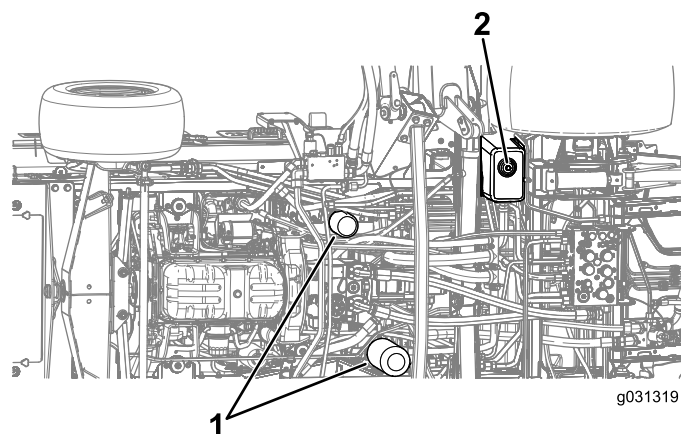

図 122
4. タンクの底面にあるドレンプラグを外し、流れ出すオイルを容器に受ける 図 122。
7. フィルタの下に廃油受けを置いてフィルタを外す 図 122。